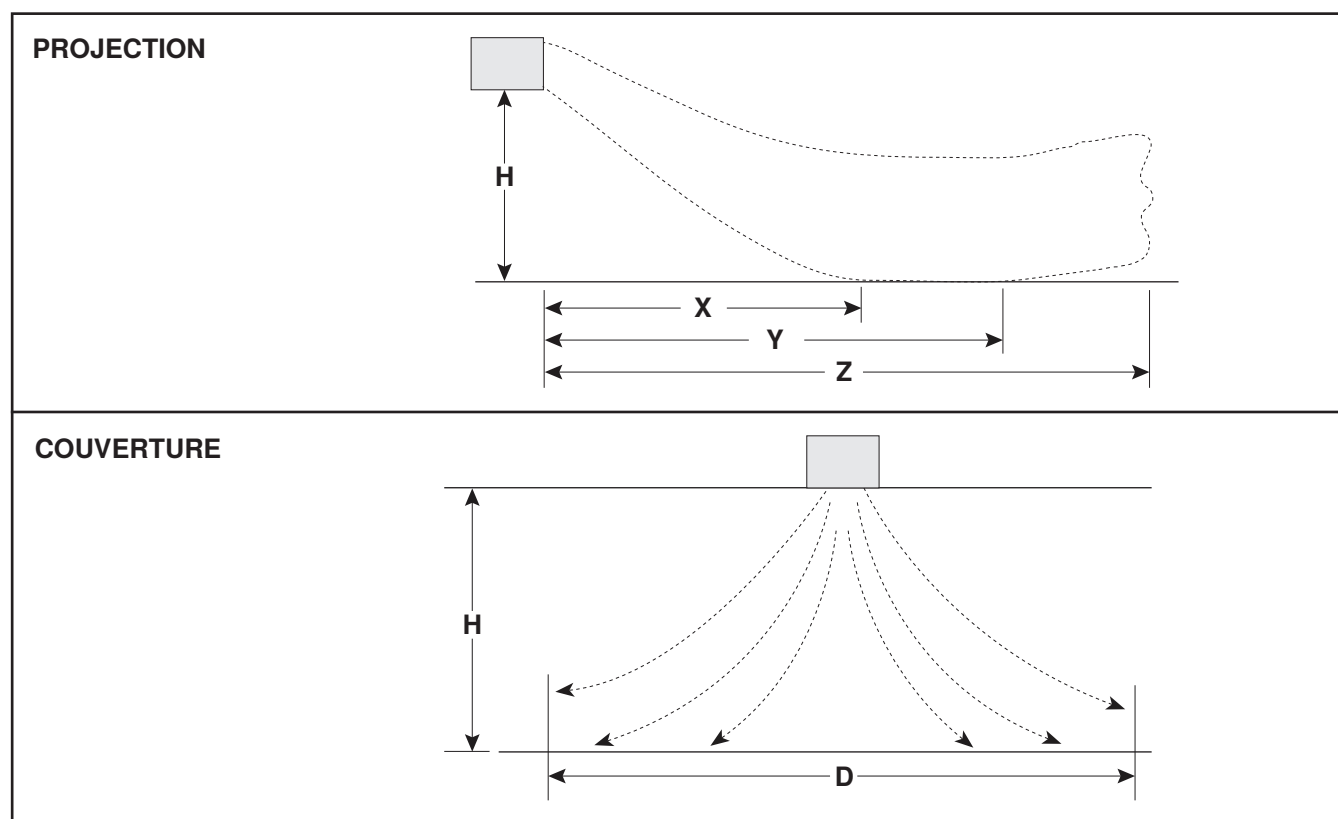

Figure 2. Motifs de projection et couverture du radiateur (reportez-vous au Tableau 4)
La Figure 2 montre les schémas de projection et de couverture et le Tableau 4 énumère les distances de projection et de couverture pour les radiateurs suspendus à différentes hauteurs et angles de montage avec décharge latérale ou vers le bas. Dans le graphique et le tableau ci-dessous :
*Voir Figure 2.